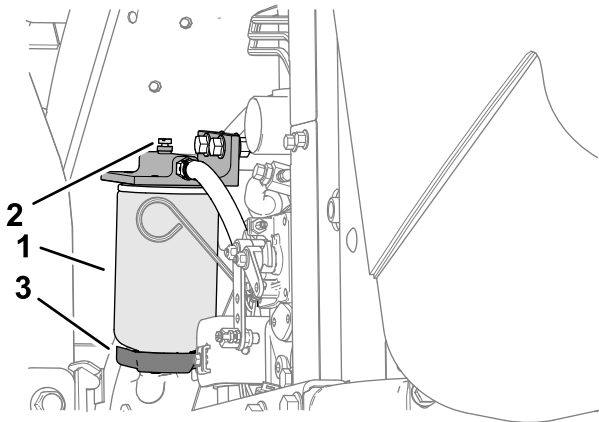

Рисунок 77
4. Открутите сливной кран в днище стакана фильтра (**Рисунок 77**).
3. Очистите область крепления корпуса фильтра (**Рисунок 77**).